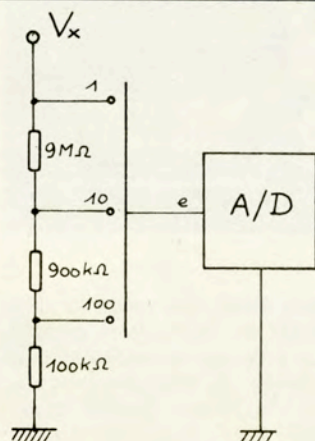

Fig. 8. – Atténuateur à résistances/série.
a) **Résistance série** (voir fig. 8). Pour chaque point intermédiaire, la valeur de la résistance, côté masse, est le dixième de celle côté entrée. Ce type d'atténuateur présente quelques avantages :
Au désavantage du montage de la figure 8, nous signalerons l'interaction des valeurs de chaque résistance sur l'ensemble des calibres. Ceci complique beaucoup la réalisation éventuelle d'un tel pont diviseur, avec des résistances à ajuster.